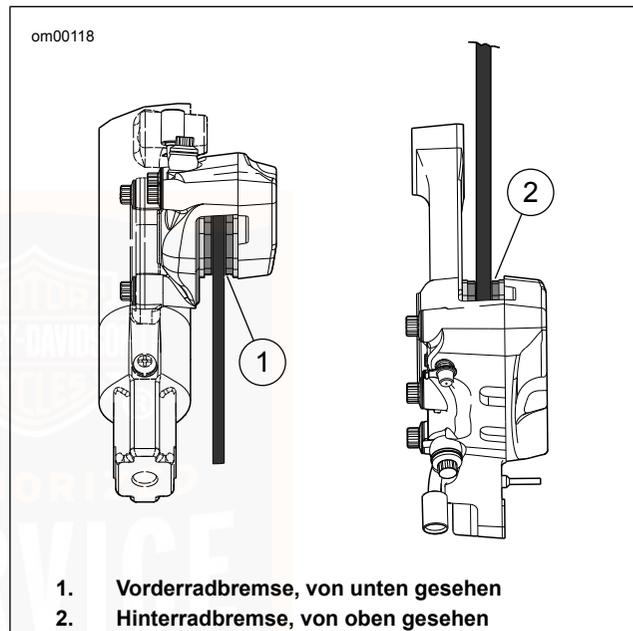

Abbildung 34. Bremsbelagmaterial
2. Siehe Abbildung 34. Mit einem dünnen Kunststofflineal die Dicke des Reibbelagsmaterials im Bremssattel messen. Für die Hinterradbremse das Lineal durch den Zwischenraum entlang der Bremssattelseite hindurch an die Bremsscheibe halten.